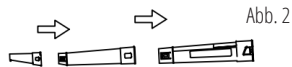

Abb. 2
- Montieren Sie das dreiteilige Blasrohr (5) wie abgebildet (Abb. 2). Die Teile rasten spürbar ein.